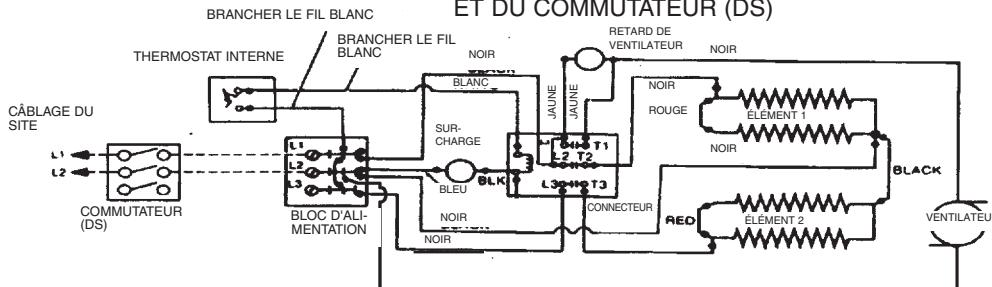

Figure 3
5. Déposer le capot de fil du devant du radiateur et passer T1 et T2 (et T3 pour du triphasé) du commutateur au bloc d'alimentation du radiateur (voir le schéma de câblage, figure 3).
- Retirer le capot de câblage sur le devant du radiateur et câbler T1 et T2 (et T3 pour du tri-phasé) du commutateur au bloc d'alimentation du radiateur. Voir le schéma de câblage, figure 3.
- Brancher les fils blancs du radiateur aux bornes "L2" et "cycle" sur le thermostat, comme illustré dans le diagramme de câblage, figure 3.